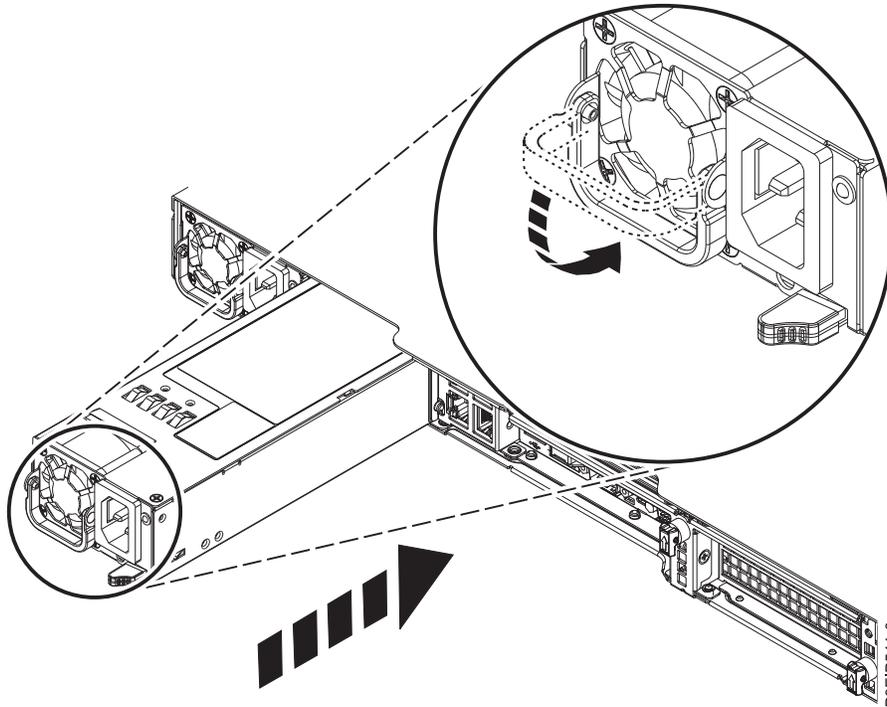

Figura 34. Sustitución de una fuente de alimentación en el sistema
2. Alinee la fuente de alimentación con la bahía, como se muestra en la Figura 34 en la página 36. El ventilador está a la izquierda y el enchufe a la derecha. Deslice la fuente de alimentación en el sistema hasta que el pestillo encaje en su sitio.